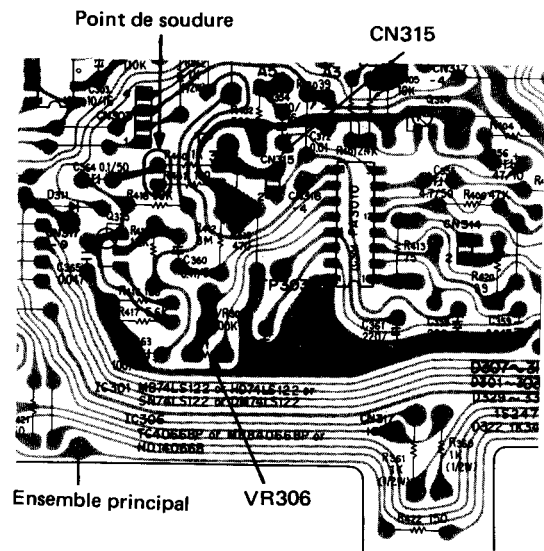

Fig. 7 Point de soudure
2. Si la valeur -10dBv est dépassée, ponter par soudure la partie indiquée à la Fig. 7.